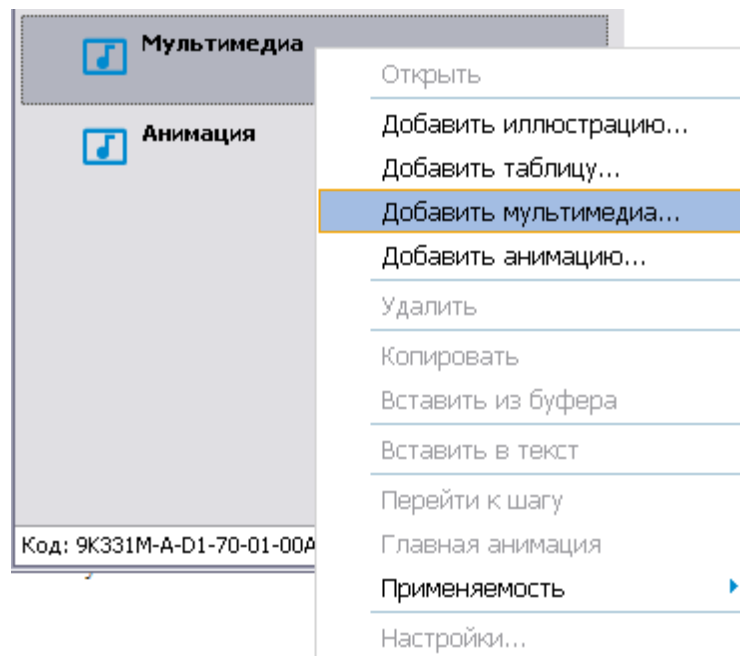
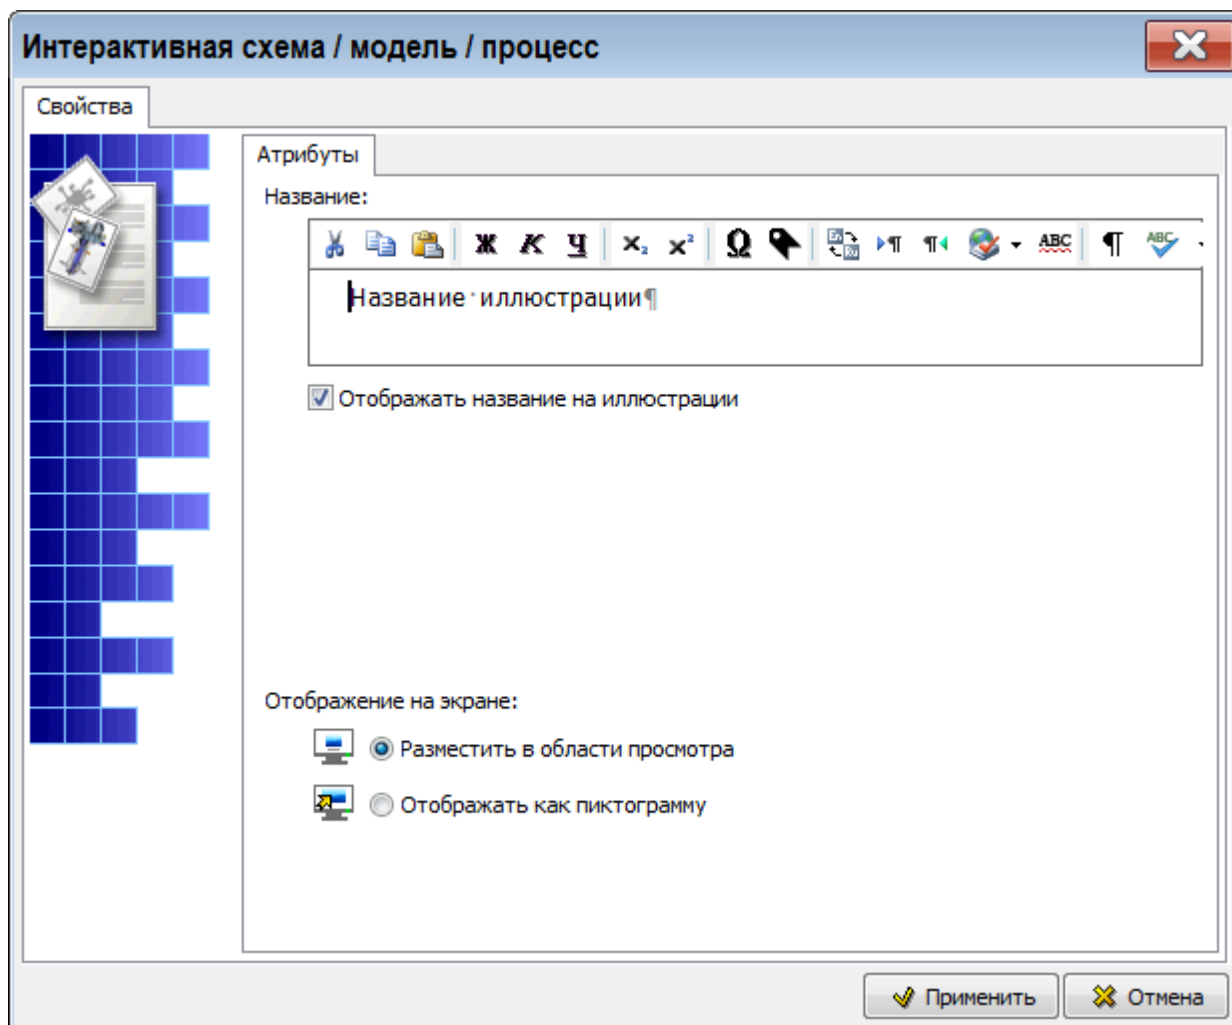

Рисунок 409
Рисунок 410
2) В контекстном меню раздела **Мультимедиа** выберите команду **Добавить мультимедиа** (рисунок 409). После этого появится окно для ввода параметров мультимедиа (рисунок 410).